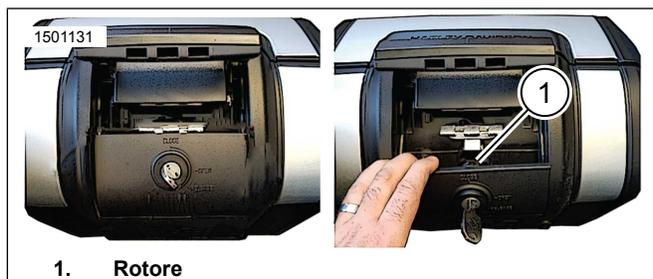

Figura 6. Accesso al rotore
- a. Figura 6 Tirare la leva di rilascio per accedere al rotore (1).